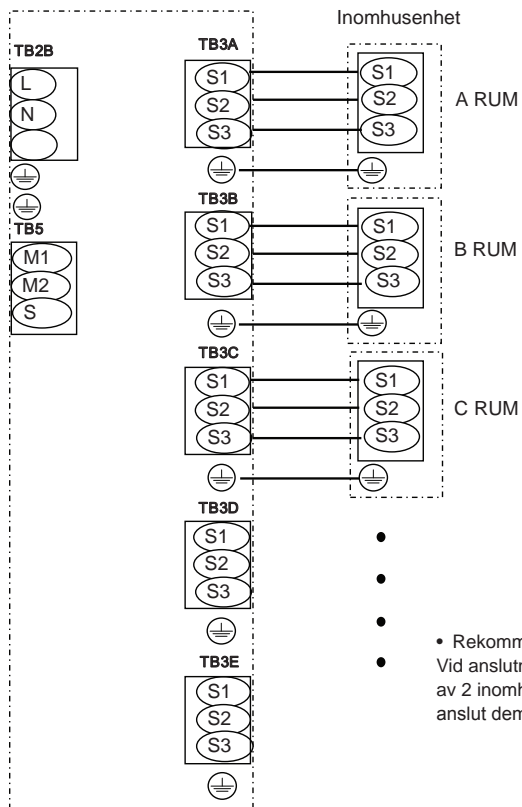

Fig. 8-9
8.2. Externt kopplingsförfarande (Fig. 8-8, Fig 8-9)